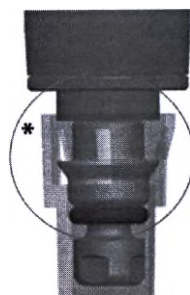

Рис.1
1. Для установки наконечника необходимо вставить посадочный конус дозатора в наконечник ClipTip, установленный в штативе, и приложить небольшое усилие для его фиксации. Слабый щелчок свидетельствует о фиксации наконечника. Фиксация произойдет после защелкивания зажимов * (рисунок 1) на наконечнике.